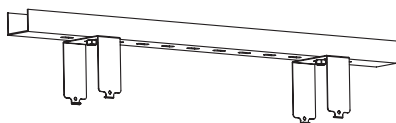

Figure 4
- Étape 1. Montez le support sur le rail ou le plafond (Figure 4)